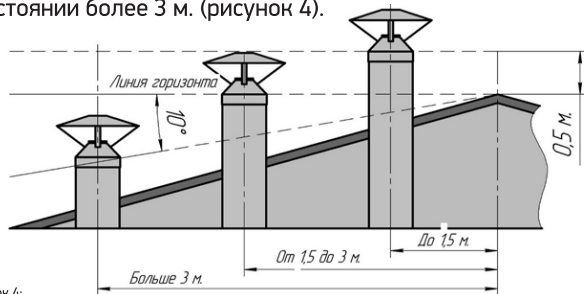

Рисунок 4:
- не ниже линии, проведенной от конька под углом 10° к горизонту, при расположении дымовой трубы от конька на расстоянии более 3 м. (рисунок 4).